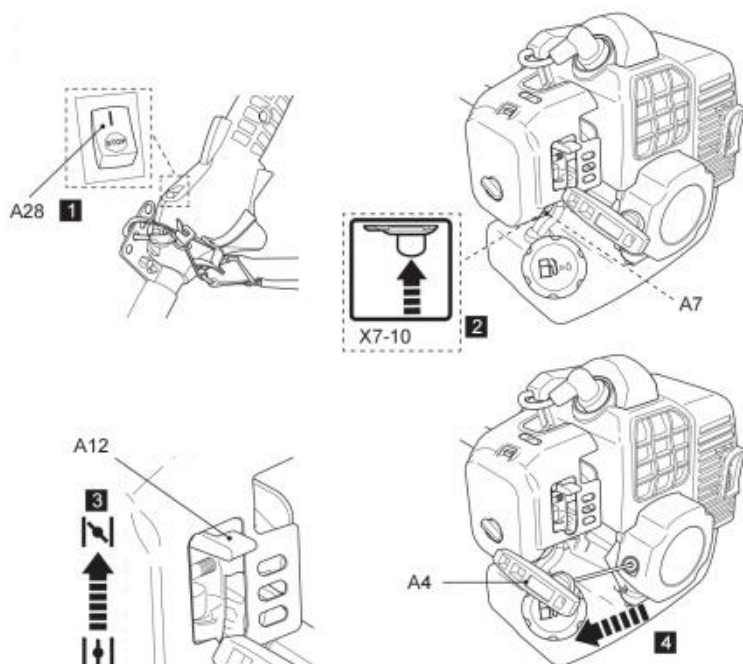

Fig. 38
5. Houd het product stabiel en trek langzaam aan de terugslagstarterhendel (A4) tot u weerstand voelt, trek hem dan snel aan. Als de motor na maximaal 8 pogingen niet start, zet u de choke iets naar beneden in de middelste stand. Herhaal dit totdat de motor start (Fig. 38).